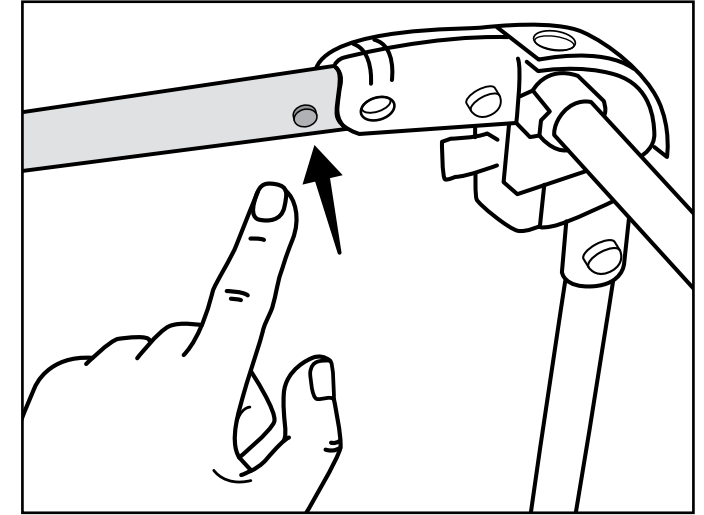
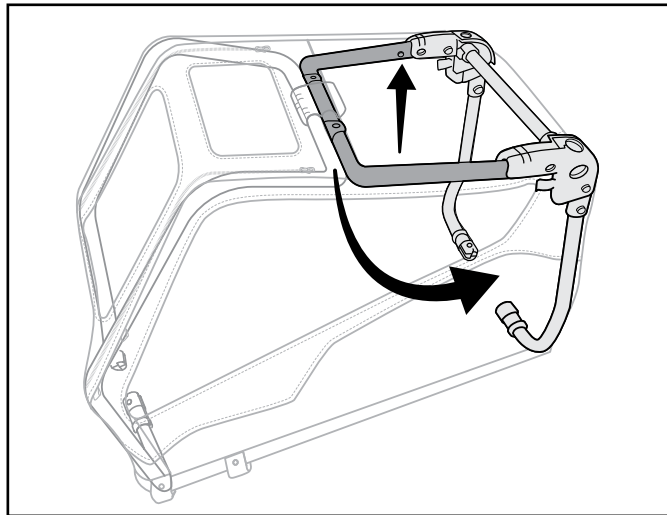

Figura 8
Figura 9
3. Desde la parte trasera del remolque, mantenga presionados los botones del cuadro derecho e izquierdo (Figura 8), y gire el miembro del cuadro intermedio hacia abajo hasta que encaje totalmente (Figura 9).